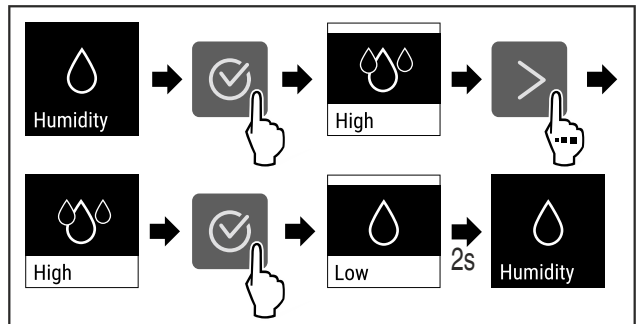

Fig. 76
- ▶ Провести етапи операцій (див. Fig. 76).